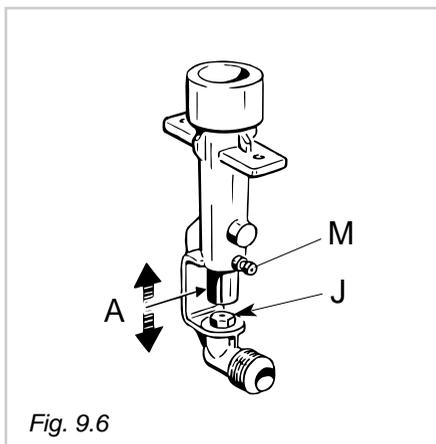

Fig. 9.6
- Allentare la vite "M" da ciascun portainiettore ed alzare completamente il tubetto di regolazione aria "A" (fig. 9.6).